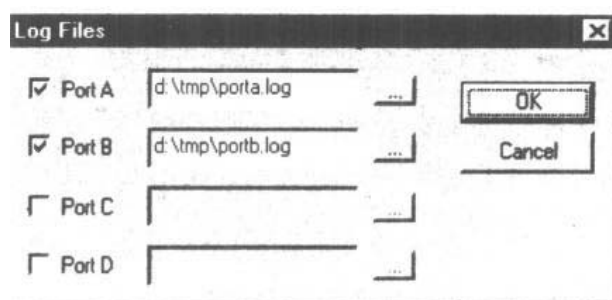

图 7.20
(2) 定制选择 如果定制选择按钮被按下,则允许用户输入存储器和结构栏的值。
(3) 记录端口 用户可以记录输出端口的活动。如果从选项菜单中选择了 Simulator Port Logging,图 7.20 所示的对话框就会出现在屏幕上。